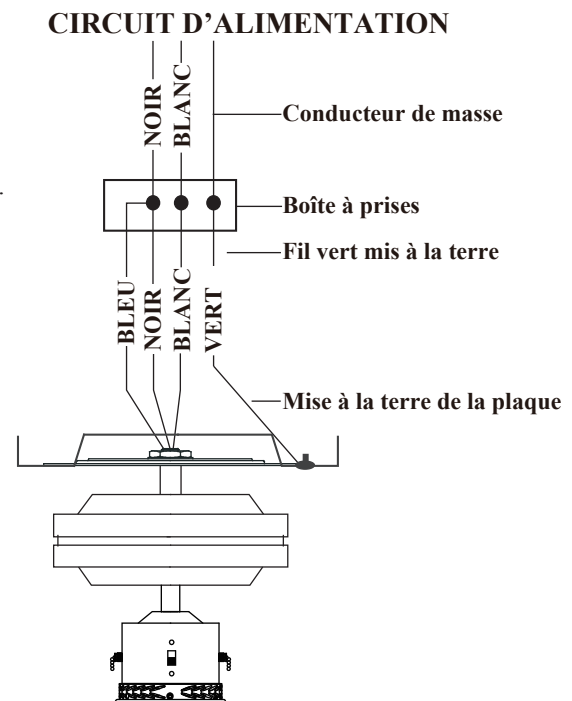

Fig. 5
1. Branchez le conducteur de masse de l'alimentation à 120 V (ce peut être un fil nu ou un fil avec un isolant de couleur verte) au(x) fil(s) de terre vert(s) du ventilateur (voir Fig. 5).
2. Branchez le fil blanc du moteur du ventilateur au fil d'alimentation blanc (neutre) à l'aide d'un capuchon de connexion (voir Fig. 5).
3. Branchez le fil noir du moteur du ventilateur au fil d'alimentation noir (chargé) à l'aide d'un capuchon de connexion (voir Fig. 5).
4. Branchez le fil bleu du luminaire au fil d'alimentation noir (chargé) du ménage à l'aide d'un capuchon de connexion (voir Fig. 5).